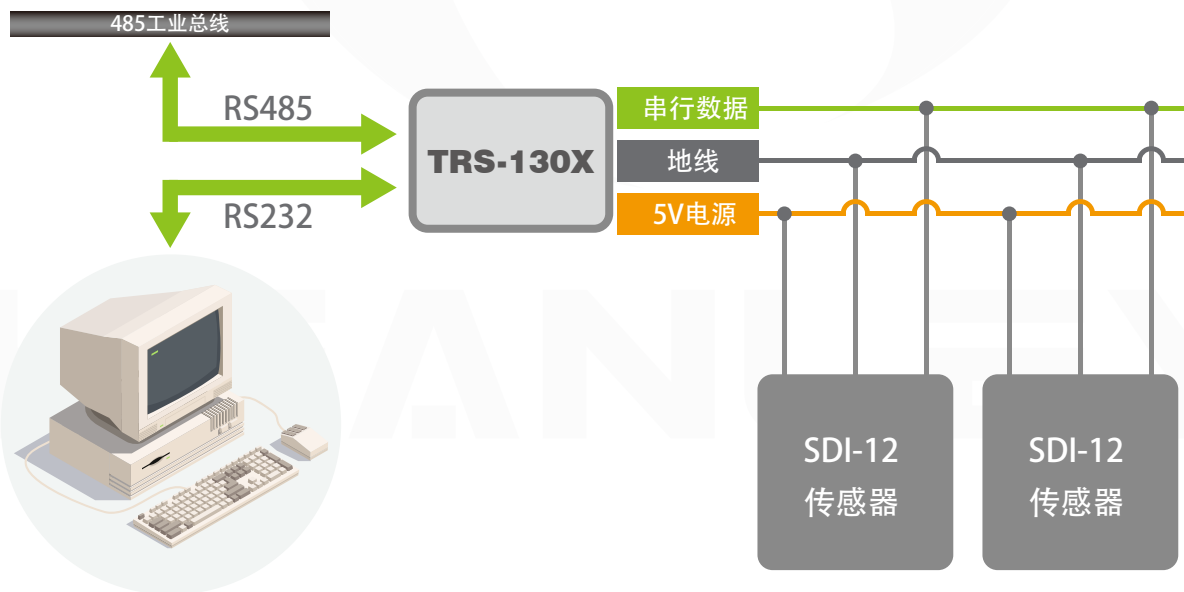

图2. 原理示意
3. SDI-12 协议命令为可读的文本格式，且命令结构简单，便于现场调试人员直接使用控制台的方式进行调试。如下图2所示：